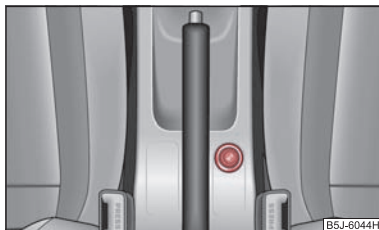

Fig. 77 Console centrale: Allume-cigares
- Appuyez sur le bouton d'allumage de l'allume-cigares ⇒ fig. 77.